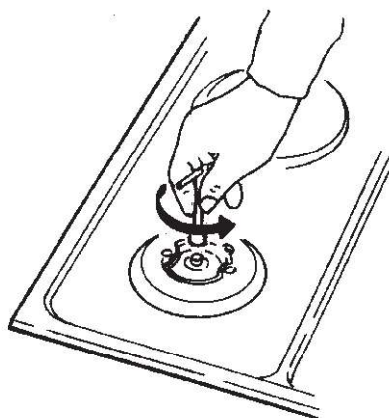

Fig. 7 - Abb. 7 - Afb. 7 - Рис. 7
(Fig. 7) Se l'apparecchiatura risulta predisposta per un diverso tipo di gas da quello di alimentazione disponibile, si deve procedere:
- alla sostituzione degli iniettori (Fig. 7) con i corrispondenti al tipo di gas da utilizzare (vedi tabella "Caratteristiche utilizzatori").
(Fig. 7) Should the appliance be pre-set for a different type of gas than that available, proceed as follows:
- *replace the injectors (Fig. 7) with the corresponding type of gas to be used (see table "Uses characteristics").*
(Fig. 7) Si l'appareil prévoit un type de gaz différent de celui d'alimentation disponible, on doit procéder:
- à la substitution des injecteurs (Fig. 7) avec ceux correspondants au type de gaz qu'il faut utiliser (voir tableau "Caractéristiques utilisateurs").
(s. Abb. 7) Wenn das Gerät für einen anderen Gastyp als der vorhandene ausgelegt ist, ist folgende Vorgehensweise durchzuführen:
- die Düsen (s. Abb. 7) mit den für den vorhandenen Gastyp bestimmten Düsen (siehe Tab. "Technische Daten") ersetzen;
(Fig. 7) Si el aparato estuviera preparado para un tipo de gas diferente del de la alimentación disponible, hay que efectuar:
- la sustitución de los inyectores (Fig. 7) con los correspondientes al tipo de gas a utilizar (véase tabla "Características utilizadores").
(Afb. 7) Als blijkt dat de apparatuur uitgevoerd is voor een ander type gas dan ter plaatse beschikbaar, dient men:
- de injectoren (Afb. 7) te vervangen door degene die corresponderen met het te gebruiken gas (zie de tabel "Karakteristieken verbruikers").
(Fig. 7) No caso que o aparelho esteja predisposto para um tipo de gás diferente do gás de alimentação que utilizar, deverá proceder da seguinte forma:
- substitua os bicos (Fig. 7) com outros próprios ao tipo de gás que utilizar (veja a tabela relativa às "Características das peças a utilizar";
(Рис. 7) Если варочная панель настроена на тип газа, отличный от имеющегося, следует произвести:
- замену инжекторов (Рис. 7) на соответствующие используемому типу газа (см. таблицу "Технические характеристики").